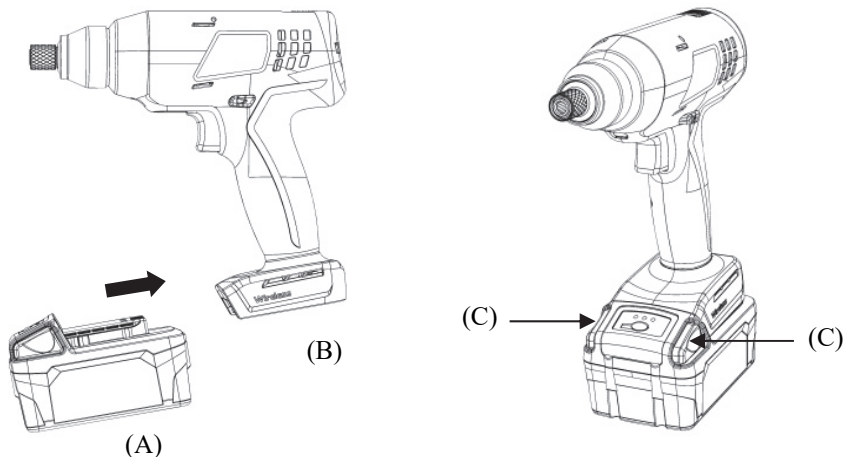

Fig. 1
Instalar la batería: Presione la batería (A) sobre la herramienta (B) hasta que encaje en su lugar. (Ver Fig. 1)
Extraer la batería: Libere los pestillos de la batería (C) y extráigala (A) de la herramienta (B). (Ver Fig. 1)